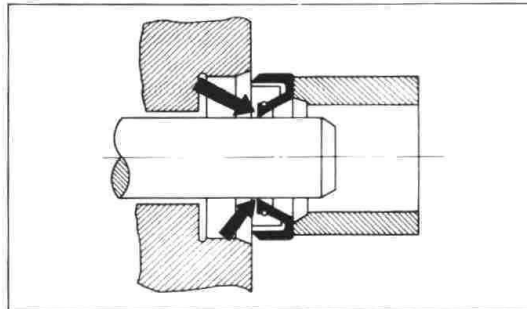

Fig. 3-4-33
b. Check oil seal lips for damage & wear. Replace as required. (Fig. 3-4-33)
b. Vérifiez si les lèvres des joints d'étanchéité présentent des dommages et de l'usure. Remplacez-les si nécessaire. (Fig. 3-4-33)